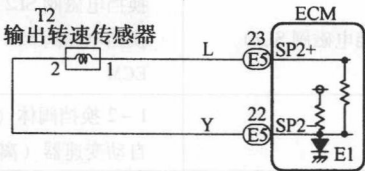

图 1-1-10 与故障码 P0500 相关的电路图
1. 与故障码 P0500 相关的电路图 (图 1-1-10)